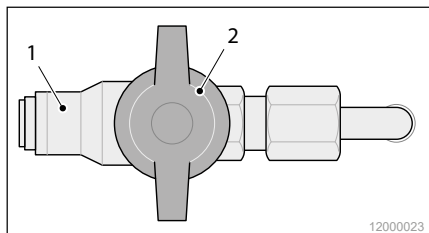

Abb. 24 Gasabsperrventil (geschlossen)
- ▶ Stecken Sie den Anschluss des externen Gasgerätes an der Schnellkupplung (Abb. 24/1) ein. Die Schnellkupplung muss spürbar einrasten.
- ▶ Öffnen Sie das Gasabsperrventil (Abb. 24/2).
- ▶ Schließen Sie das Gasabsperrventil (Abb. 24/2).
- ▶ Schieben Sie den Entriegelungsring der Schnellkupplung (Abb. 24/1) nach hinten und ziehen Sie den Anschluss des externen Gasgerätes aus der Schnellkupplung heraus.